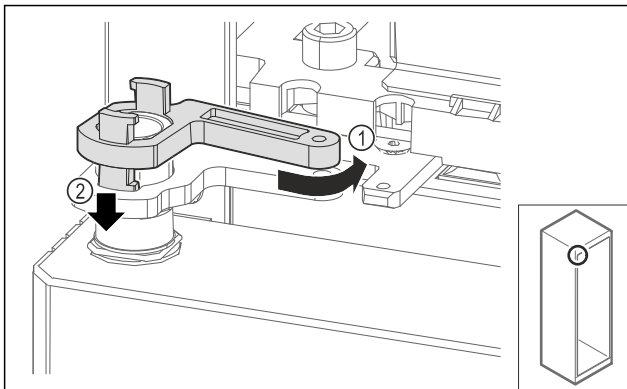

Fig. 67
- ▶ Vergrendeling lagerbok iets terugdraaien Fig. 67 (1), omlaag drukken Fig. 67 (2) en in de scharnierhoek vergrendelen.